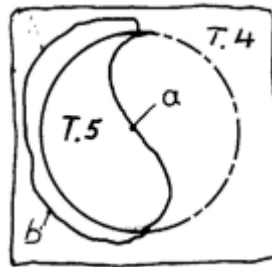

Abb. 8: Einlegen von Teil 5 außerhalb des Gesamtbildes.
Vorab ein Grundsatz, der durchgehend Gültigkeit hat: Es darf nur dann entlang einer Linie gesägt werden, wenn das einzulegende Holz mit dem jeweiligen Grundholz die endgültige Nachbarschaft bildet. Wenn nicht, muß man die Linie in neutralem Bereich umsägen (siehe Abb. 8 a/b).
- Wiederholung der Opp. 1-8. bezogen auf Teil 4 als Grundplatte und das einzulegende Teil 5 (Abb. 8 a/b). Die Teile werden ohne Anschlag nach dem Transparent ausgerichtet.